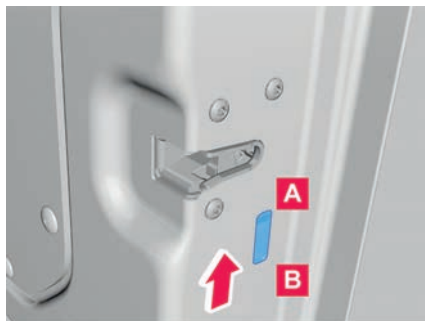

Abb. 45 Kindersicherung in den Schiebetüren und der rechten Flügeltür.
2. Hebel in die gewünschte Position bringen → **Abb. 45**.